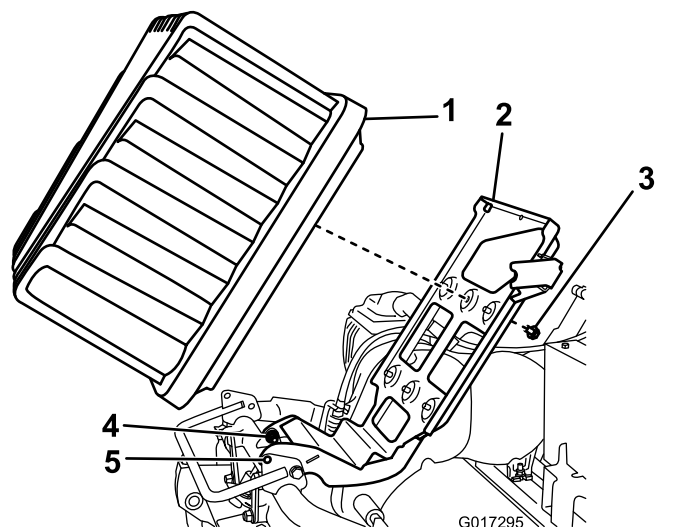

Figure 11
5. Desserrez les 2 boulons/écrous de pivot d'un demi-tour chacun (Figure 11).
6. Soulevez la plate-forme de la batterie jusqu'à ce que les trous de blocage du socle soient alignés sur ceux du cadre (Figure 11).